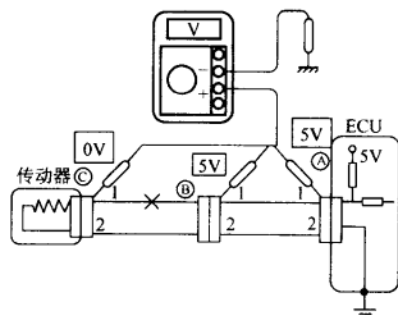

图 1-11 测量电压
② 检查电压。在电脑连接器端子加有电压的电路中，可以用测量电压的方法来检查断路故障，如图1-11所示。在各连接器接通的情况下，电控单元输出端子电压为5V的电路中，如果依次测量连接器①的端子1、连接器②的端子1和连接器③的端子1与车身（搭铁）之间的电压，测得的电压值分别为5V、5V和0V，则可以判定②的端子1与③的端子1之间的配线有断路故障。